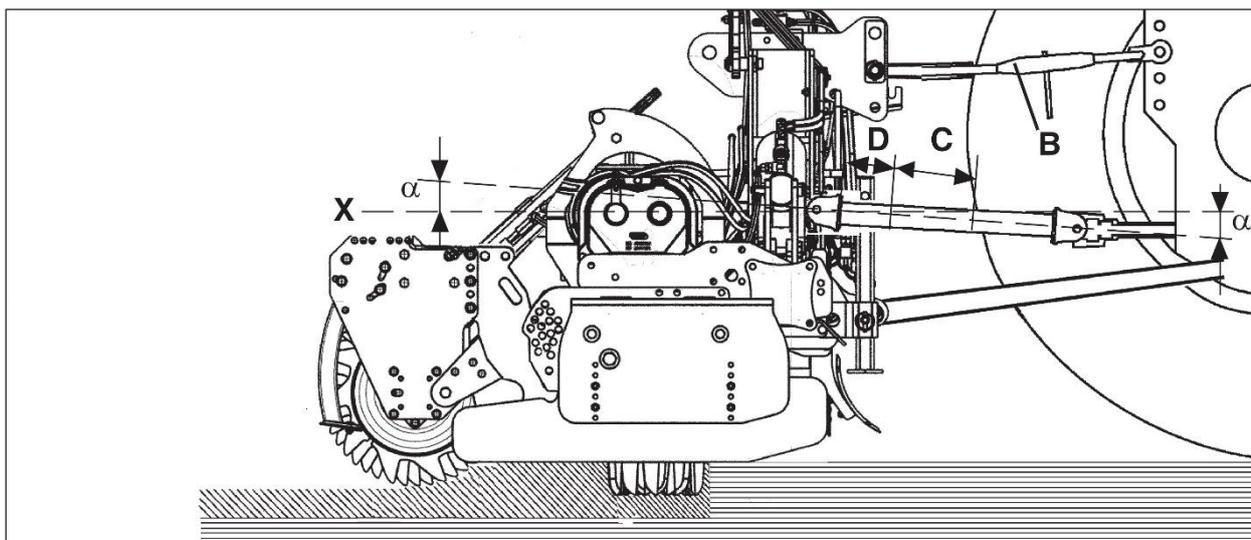
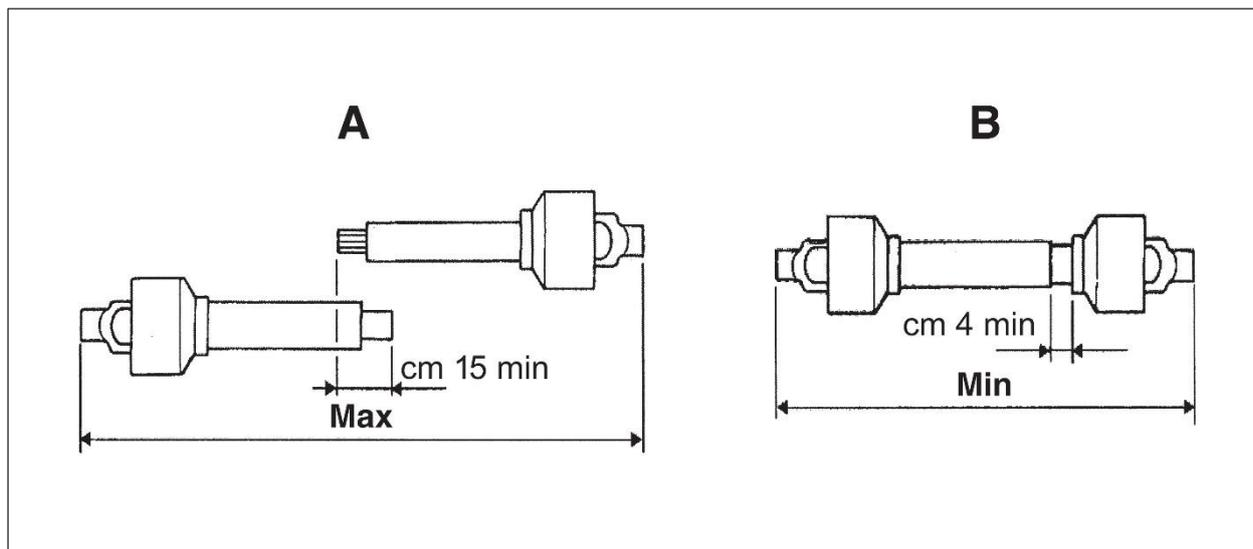

図 11
図 12
水平にするには、パワーハローの PTO 入力軸(図 11 の X)が地面に平行になるように、トップリンク(図 11 の B)の長さを長くまたは短くしてください。
- PTO 入力軸と PTO シャフトの軸とによって形成される 2 つの角度(図 11 の  $\alpha$ )は、10 度を超えないようにしてください。
- PTO シャフトのチューブ(図 11 の C)は、少なくとも 15cm 重なり合っていなければなりません(図 12)。
- PTO シャフトの 2 つのチューブは、完全には重ならないようにしてください。常に、少なくとも 4cm 以上の遊び(図 11 の D)がなければなりません。
- PTO の角度(図 11 の  $\alpha$ )は、 $40^\circ$  を超えないようにしてください(図 11)。
完全に差し込んだ状態で、遊びが少なくとも 4cm あるようにしてください(図 12)。